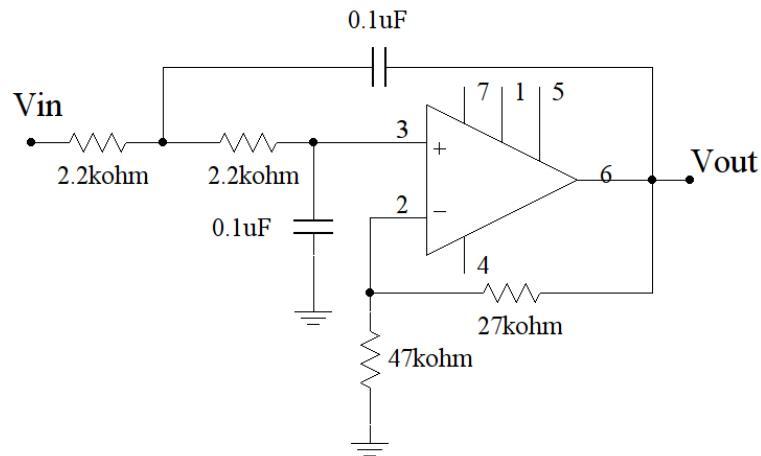

Figura 3: Filtro activo.
- Armar el filtro activo de la Figura 3 alimentando el operacional con tensiones de  $\pm 12$  V.